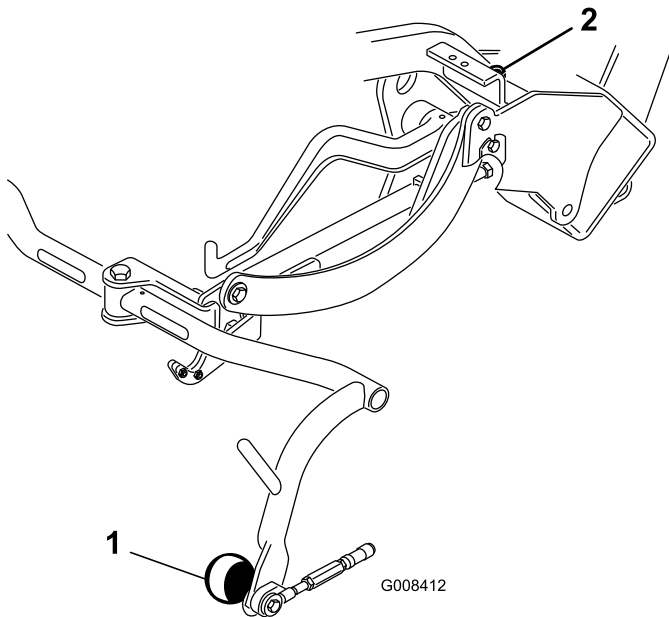

Figura 9
3. Se dovete regolare il gioco, allentate il controdado sulla vite di arresto del telaio portante (Figura 9) e ruotate la vite in alto o in basso per sollevare o abbassare il telaio portante. Serrate il controdado per mantenere la regolazione.